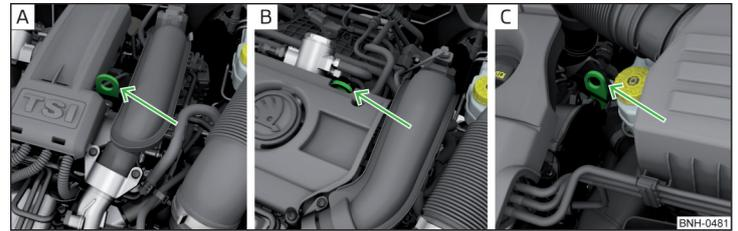

Fig. 139 Punto de masa del motor: Sistema START-STOP
- Motores 1,2 l/63 kW TSI y 1,2 l/77 kW TSI » fig. 139 - A
- Motor 1,4 l/90 kW » fig. 139 - B
- Motor 1,6 l/77 kW TDI CR » fig. 139 - C